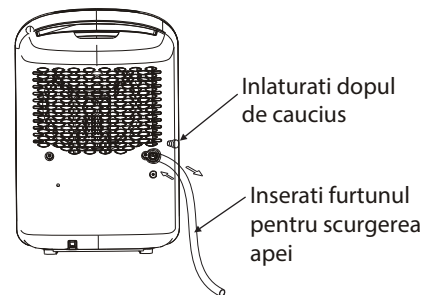

Fig.8
- Introduceți furtunul de apă în aparat la orificiul de evacuare din spatele aparatului ca în Fig.8. Atașați furtunul de apă la orificiul de evacuare al aparatului. Asigurați-vă că legătura dintre furtunul de scurgere și orificiul de evacuare este strânsă și nu permite scurgerea apei.